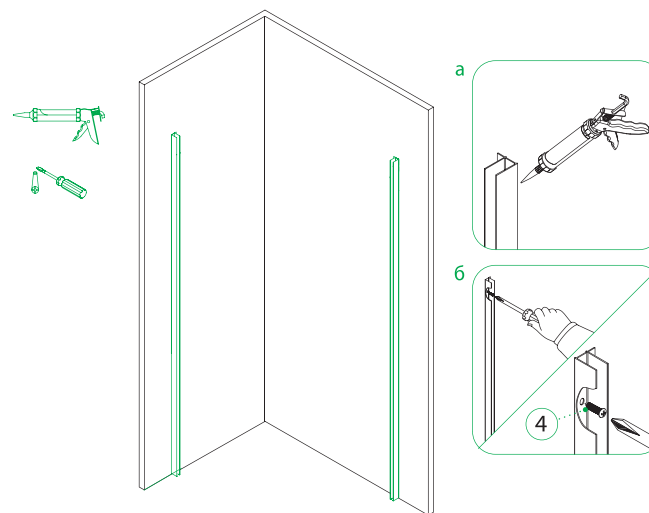

Рис. 9/9-сур.
5. Приложите пристенные профили, предварительно обработанные санитарным силиконовым герметиком со стороны стены (для полной герметизации, рис. 9-а), и зафиксируйте их с помощью шурупов, как показано на рисунке рис. 9-б.